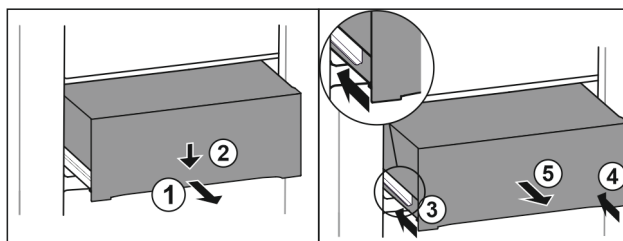

Fig. 139
- ▶ Extrageți pe jumătate sertarul. Fig. 139 (1)
- ▶ Apăsați în jos sertarul pe partea frontală. Fig. 139 (2)
- ▶ Inșerați șina stângă aproximativ 2 cm. Fig. 139 (3)
- ▶ Inșerați șina dreaptă aproximativ 2 cm. Fig. 139 (4)
- ▶ Extrageți sertarul spre înainte. Fig. 139 (5)